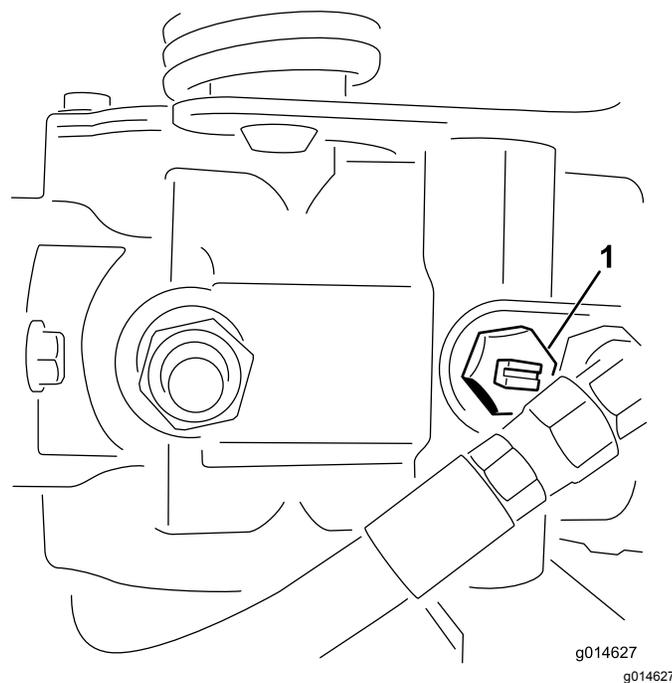

图26
1. 找到并旋转泵上的旁通阀使槽处于垂直位置图26。
2. 启动发动机之前、旋转旁通阀、使槽处于水平位置、这样就可以关闭旁通阀 (图26)。